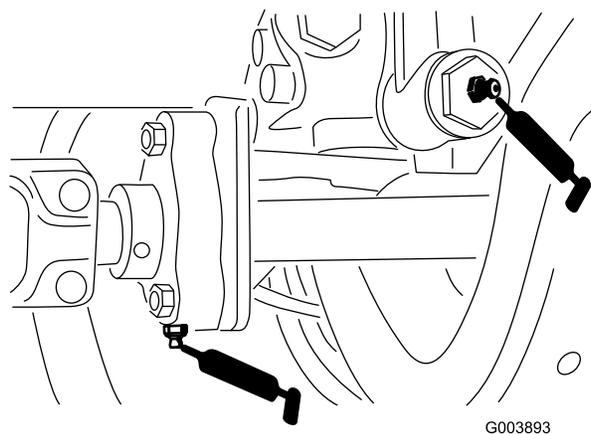

図 46
- ・ トランスミッションの走行コントロール・リンク 1 か所 (図 46)
- ・ 駆動シャフトのサポート・ベアリング 1 か所 (図 46)
- ・ 後アクスルの駆動軸 3 か所 (図 46)